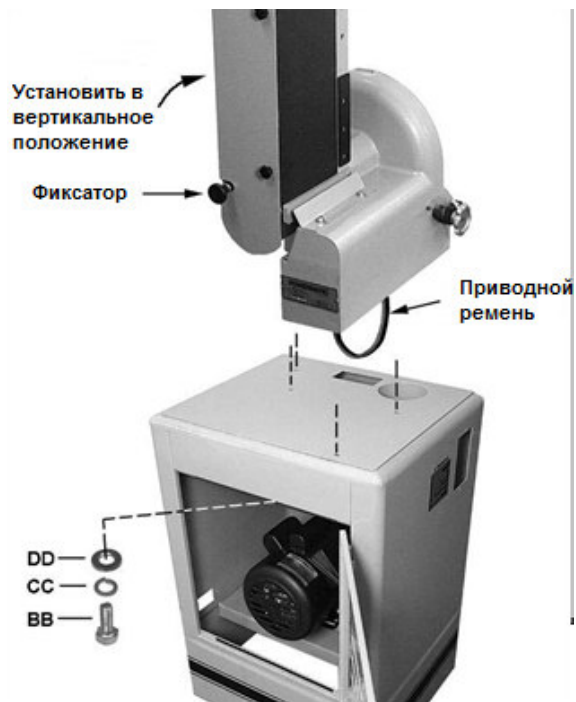

Рис. 5
См. Рис. 5:
2. Поставка станка производится при горизонтальном положении ленточного механизма. Потяните фиксатор и установите механизм в вертикальное положение (см. Рис. 5). Вертикальное положение механизма позволит лучше отбалансировать станок при установке на основание. Верните фиксатор в прежнее положение и убедитесь, что ленточный механизм зафиксирован.
3. Установите станок на основание строго, как показано на рис. 5. Также удостоверьтесь, что свободный конец приводного ремня под диском протянут через прямоугольное отверстие в основании.
4. Прикрутите станок к основанию с помощью четырех винтов с шестигранной головкой M8 x 25 (BB), четырех стопорных шайб M8 (CC) и четырех плоских шайб M8 (DD). ПРИМЕЧАНИЕ: сначала закрутите винты вручную. После установки всех четырех винтов окончательно затяните их с помощью ключа 13 мм.